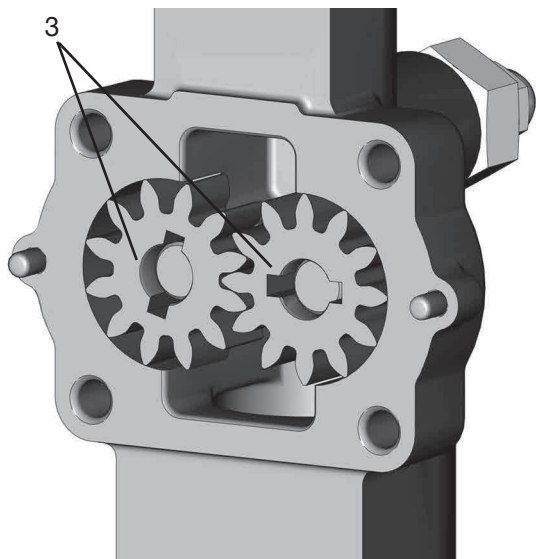

図 35
18. ポンプギア (3) を両方とも取り外します (図 35)。
1. ポンプギア (3) をポンプキャビティに入れ、自由に回転することを確認します (図 35)。